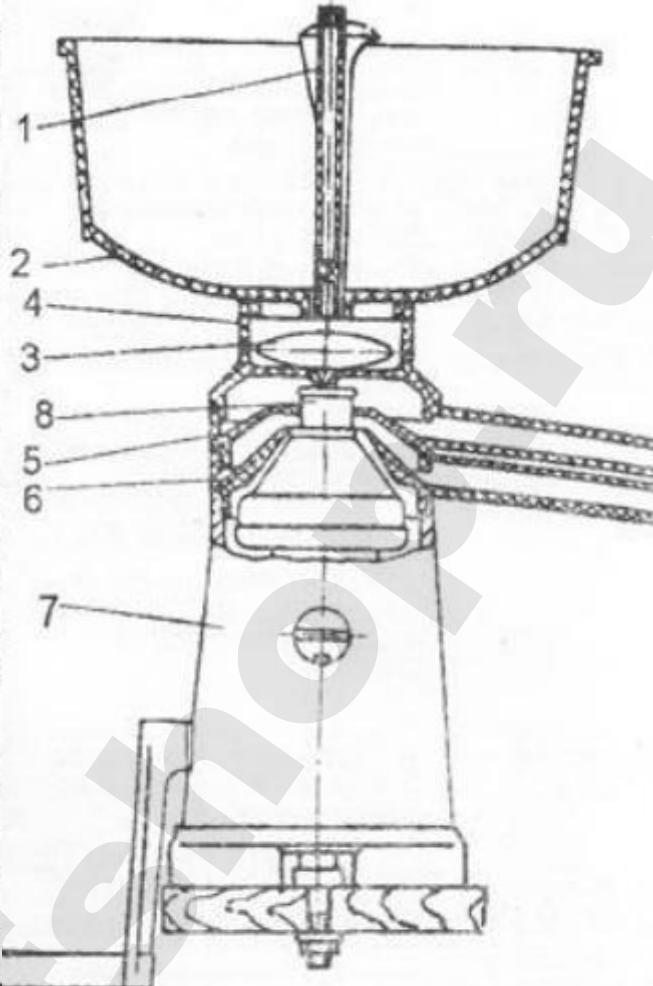

Рис. 1 Общий вид сепаратора - сливкоотделителя
6.6. Затем на верхнюю часть механизма (рис.1) установить последовательно приемник обрата поз.6, приемник сливок поз.5, поплавковую камеру поз.4 с поплавком поз.3, приемник молока поз.2, кран поз.1.
6.8. Детали поз. 2, 4, 5, 6 (рис.1) собрать без перекосов.
7.3. Открывать кран поз.1 (рис.1) для спуска молока нужно плавно только при достижении рабочих оборотов (65—75 об/мин.) рукоятки.
7.5.3. В случае срочного прекращения работы сепаратора необходимо закрыть кран поз.1 (рис.1) и прекратить вращение рукоятки.